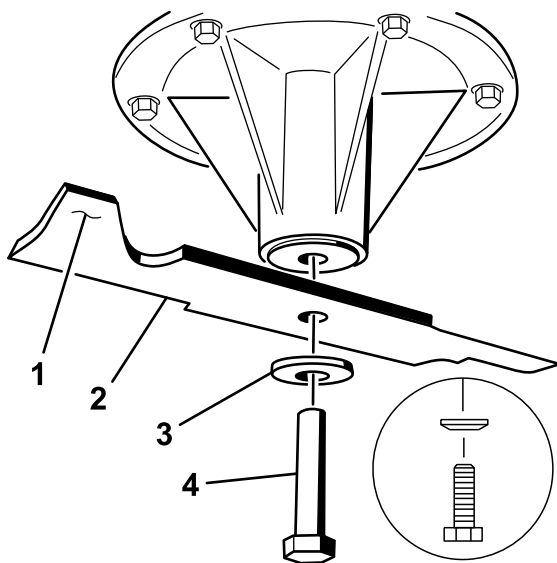

図 80
2. スピンドルのシャフトからブレードボルト、湾曲ワッシャ、ブレードを取り外す(図 80)。